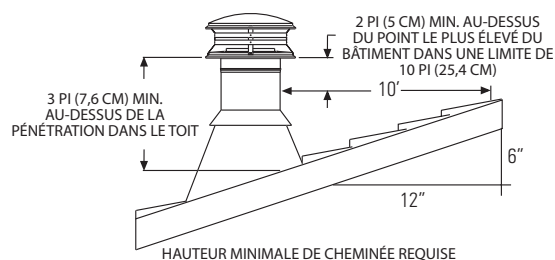

Figure 1
- Déterminez la hauteur de cheminée minimale au-dessus de la ligne du toit. Les codes du bâtiment exigent un minimum de 3 pi (7,6 cm) au-dessus de la pénétration dans le toit et au moins 2 pi (5 cm) plus haut que toute partie d'un bâtiment dans un rayon de 10 pi (25,4 cm). Voir la Figure 1. Le capuchon de sortie est installé au-dessus de ce point. Si la cheminée s'élève à plus de 5 pi (152 cm) au-dessus de la pénétration dans le toit, une bride de toit est nécessaire.